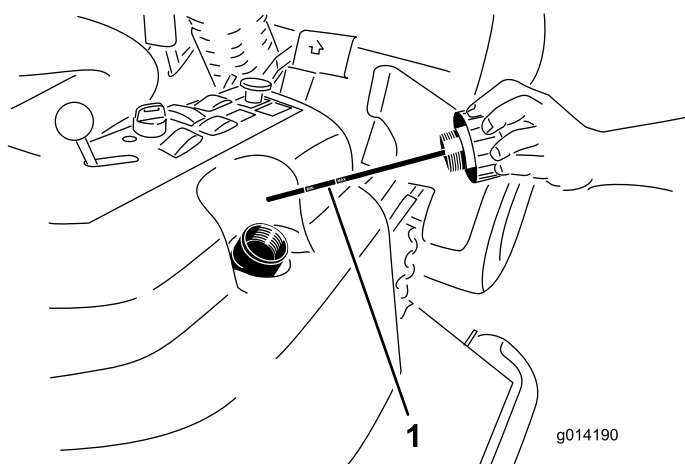

Figure 46
2. Enlevez le bouchon (Figure 46) du goulot de remplissage du réservoir hydraulique.
3. Retirez la jauge et essuyez-la sur un chiffon propre (Figure 46).
4. Vissez la jauge dans le goulot de remplissage, ressortez-la et vérifiez le niveau de liquide (Figure 46).